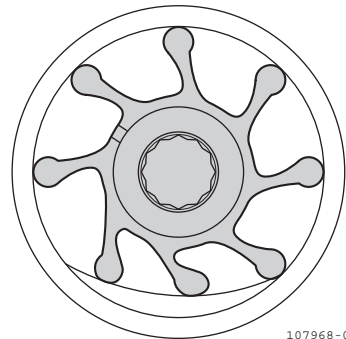

Figure 16
4. Pour l'installation de la turbine, la position des pales de la turbine est présentée dans le schéma de droite. (**Figure 16**)